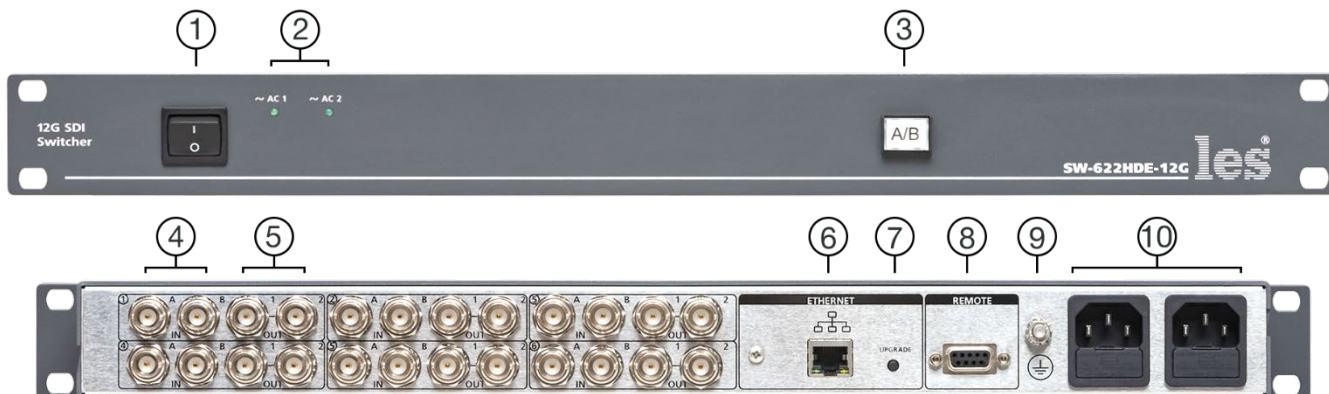

Рисунок 1
2. Подключите клемму заземления, расположенную на задней стенке, к общей шине заземления (рисунок 1, позиция 9).
5. Подключите шнуры питания к разъёмам IEC C14 (рисунок 1, позиция 10). Обратите внимание на то, что третий провод сетевого шнура используется для заземления корпуса (защитное заземление), которое рекомендуется делать единым для всего комплекса аппаратуры.
Земли входных и выходных разъёмов соединены вместе, присоединены к контакту PE блоков питания, корпусу прибора и клемме заземления (рисунок 1, позиция 9).